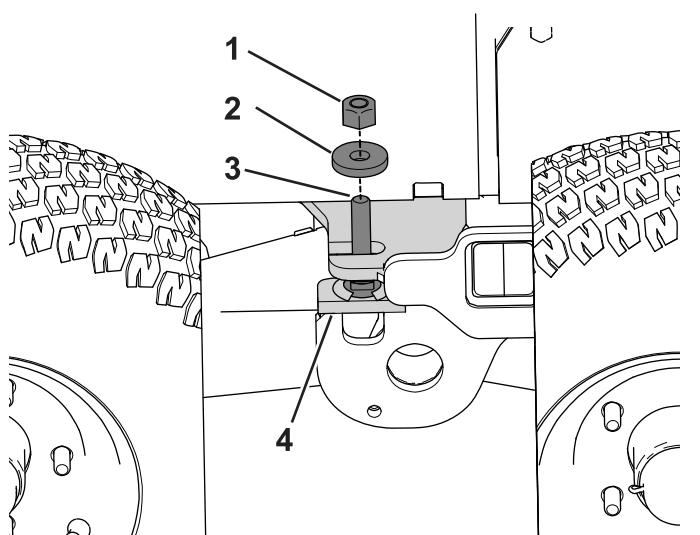

Bild 104
2. Nehmen Sie die Sicherungsmutter und Scheibe aus dem Gewindestopfen am Drehgestellanschlag (Bild 104).
- Befestigen Sie die Flachscheiben ($\frac{1}{2}$ ") und Sicherungsmuttern am Drehgestell-Drehzapfen und ziehen sie an (Bild 104).